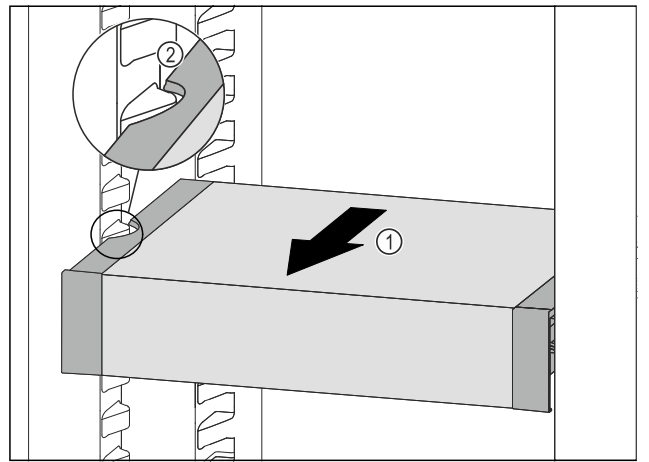

Fig. 135
- ▶ 向前拉动 VarioSafe Fig. 135 (1)，直至 VarioSafe 的侧部凹槽与冷藏区中的容器肋梁持平。Fig. 135 (2)